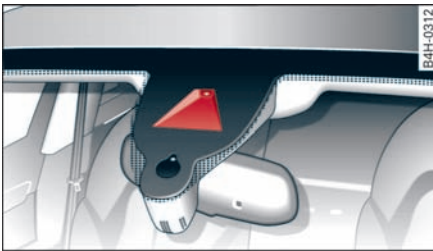

图 155 前挡风玻璃：限速显示系统的摄像头视窗
- 摄像头的视野范围 ⇨ 图 155 例如被污物或贴签挡住时。清洁指南 ⇨ 157 页。